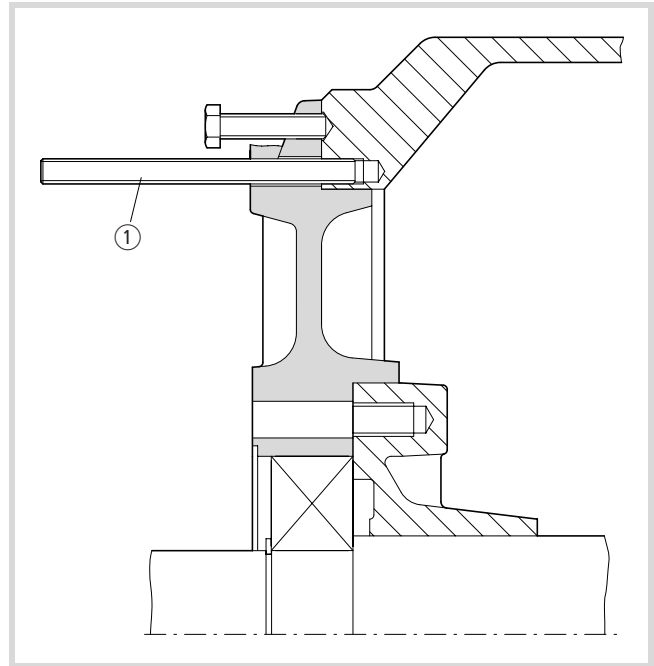

Abbildung 10: Lagerschild vom Lager drücken
- ▶ Sichern Sie den Lagerschild, z. B. mit Gewindestangen ① in den Schraubenlöchern.
- ▶ Drücken Sie mit Hilfe der Abdrückgewindelöcher den Lagerschild aus der Gehäusezentrierung und vom Wälzlager (→ Abb. 10).